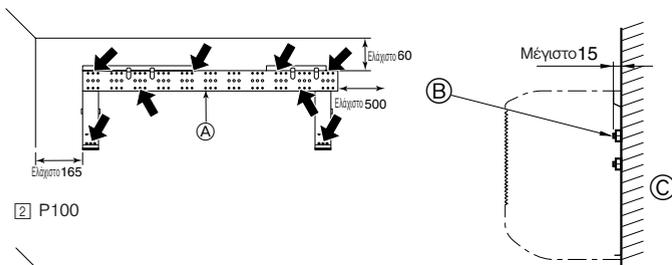

Fig. 3-4
► Ασφαλίστε το εξάρτημα της βάσης για τη στήριξη της μονάδας μέσω της μεσαίας σειράς οπών, διαμέτρου 12 χιλ., χρησιμοποιώντας μπουλόνια που αγοράζονται τοπικά (με μπουλόνια, αγκυρώσεις μπουλονιών και περικόχλια αγκυρώσεων) μεγέθους M10 ή σπειρώματος W3/8. Η άκρη των μπουλονιών δεν πρέπει να προεξέχει από την επιφάνεια του τοίχου περισσότερο από 15 χιλ. (Fig. 3-4) Χρησιμοποιήστε τουλάχιστο δύο μπουλόνια σε τσιμεντένιο τοίχο και τουλάχιστο τέσσερα μπουλόνια σε επενδυμένο από τσιμέντο τοίχο.